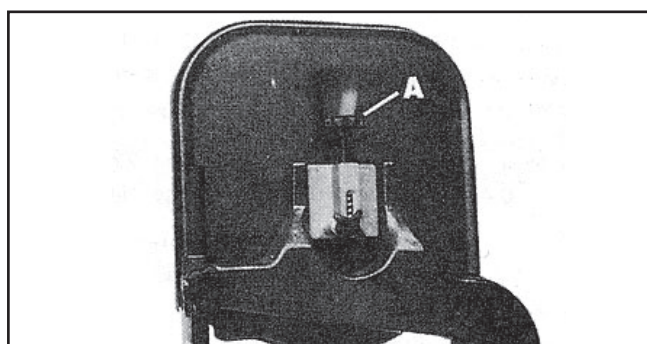

Figura 18
En la parte trasera de la rueda superior hay un sujetador que se desliza para obtener la tensión apropiada para cuchillas de diferentes cuchillas con la cuchillas en las ruedas, gire la rueda en forma de estrella (A) Figura 18 para elevar o bajar la rueda hasta que obtenga la tensión apropiada de la cuchilla. Se obtiene la correcta tensión de la cinta cuando hay una deflexión de aproximadamente 1" (25.4mm) en el centro de las poleas con una ligera presión. El apretar demasiado es una causa frecuente para que las cuchillas se rompan o que desempeñen un trabajo de no muy buena calidad. Libere la tensión cuando la máquina no esté en uso.